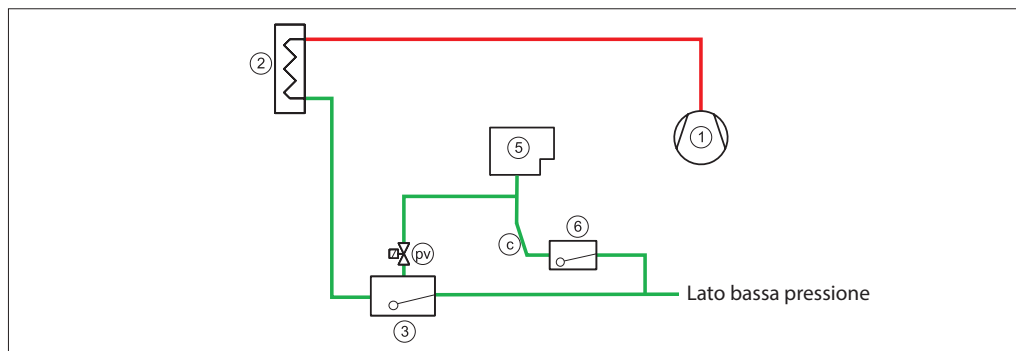

Fig. 8 Connessioni valvola spurgo aria (pv). Le tubature di scarico (c) devono essere verticali/inclinazione verso il basso
Per sistemi con un controllo livello del liquido ad alta pressione, l'aria si depositerà nella valvola a galleggiante (3). (Vedere Fig. 8).